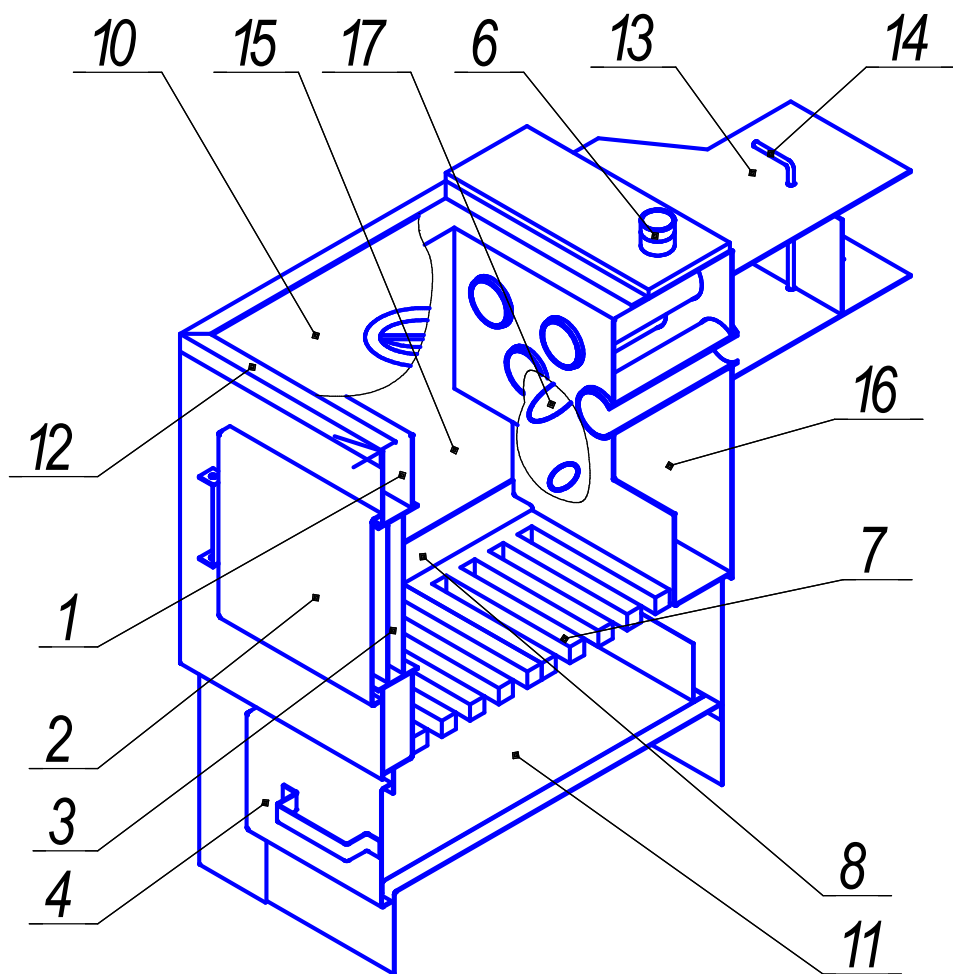

Рис.1 Конструкция отопительного аппарата
Отопительный аппарат (рис.1) сварной конструкции состоит из корпуса 1, топки 15, дымохода 13 и плиты 10 с конфорками, которая удерживается рамкой 12. (АОТВК-1-18-6 и без плиты АОТВК-20-6)
2. Дымоход 13 (рис.1) футеровать асбестовым картоном толщиной 3-5мм.